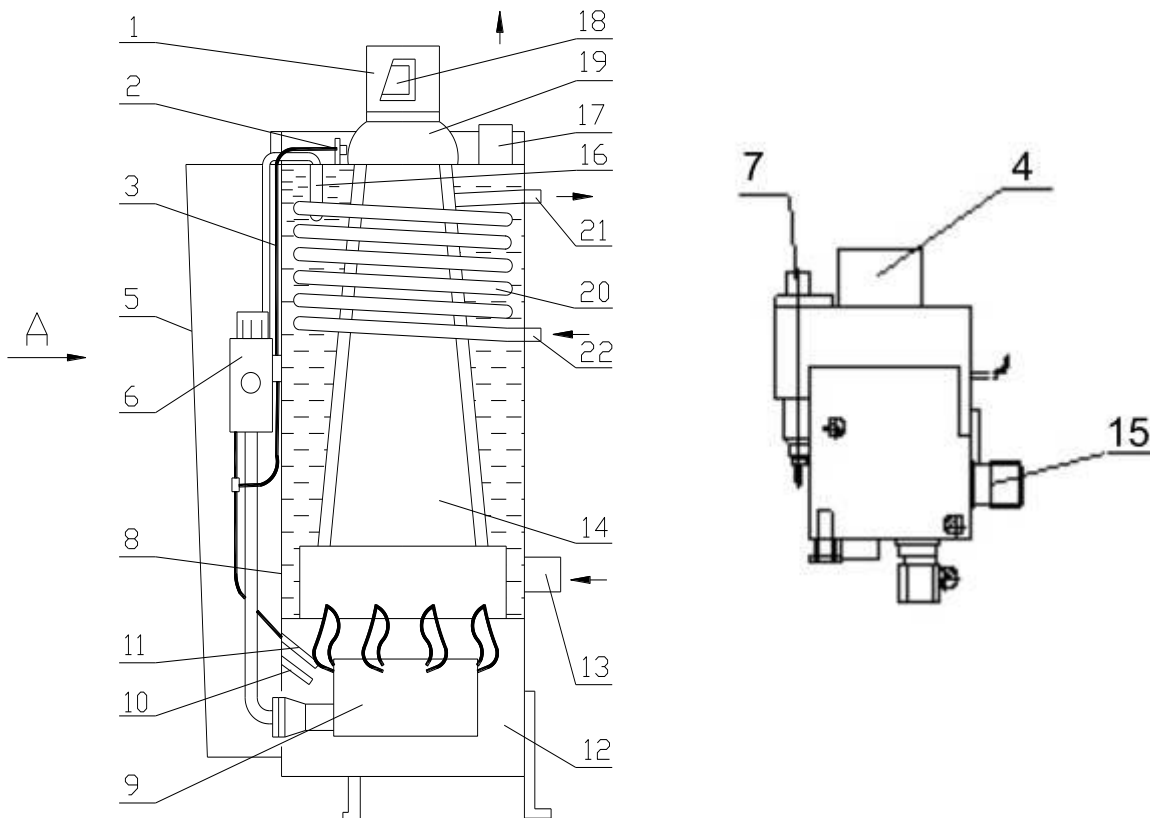

Рисунок 2. Устройство аппарата.
4.6. Газовый клапан 6 (Рисунок 2) служит для подачи газа к запальной и основной горелкам, регулирования температуры теплоносителя в ёмкостном теплообменнике системы отопления и автоматического отключения подачи газа в случае:
5.9. Установите на аппарат прерыватель тяги 1 (рис.2), обеспечив его строго вертикальное положение. Край дверки прерывателя тяги 18 (рис.2) должен отклоняться от номинального положения внутрь не более чем на 1...2 мм. Дверка прерывателя тяги должна легко (от слабого дуновения на нее) вращаться на оси.
- проверьте тягу в дымоходе, для чего поднесите зажженную спичку к дверке прерывателя тяги 18 (рисунок 2). При нормальной тяге пламя спички будет втягиваться в прерыватель тяги.
7.3.4. Отпустите ручку управления и проверьте наличие пламени на запальной (пилотной) горелке (рисунок 2)
С целью уменьшения количества выделяемого конденсата рекомендуется при первом запуске системы отопления, в начале отопительного сезона, закрыть кран 7 (рисунок 2) на обратном трубопроводе до нагрева теплоносителя в аппарате до температуры 70°C, после чего кран открыть.